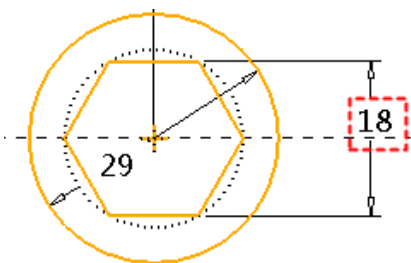

图 2-100 约束正六边形
- 修改正六边形的边到边的距离尺寸为 18mm，如图 2-100 所示。并利用 重合工具约束正六边形圆心和 $\phi 29$ 圆的圆心。